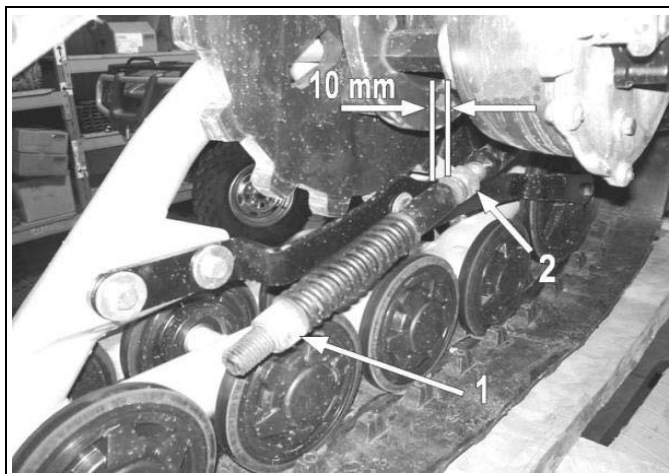

Abbildung 8
- Lösen Sie Überwurfmutter (1), die die Feder der Stabilisierungsstange zusammendrückt (siehe Abbildung 8).
- Stellen Sie Überwurfmutter (2) ein, um einen Abstand von 10 mm, wie dargestellt, zu erzielen.
- Drehen Sie Überwurfmutter (1) bis diese die Feder berührt, dann drücken Sie die Feder zusammen, indem Sie diese Überwurfmutter 1,5 Drehungen drehen.